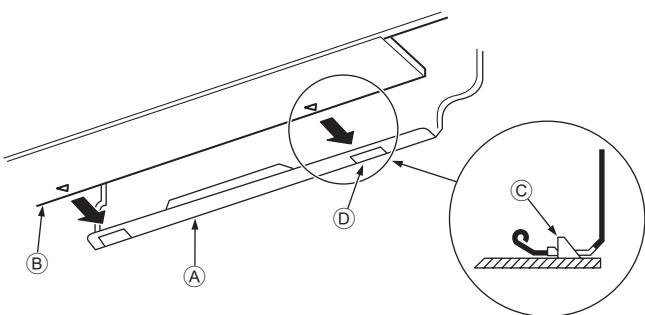

Рис. 3-15
3. Устанавливая трубы хладагента и дренажа в отверстие на стене (муфту), подвесьте верхнюю часть внутреннего блока к монтажной плате ①.
5. Закрепите блок, вдвинув его нижнюю часть в монтажную плиту ①. (Рис. 3-15)
- * Убедитесь, что нижние фиксаторы внутреннего блока надежно встали в монтажной плате ①.